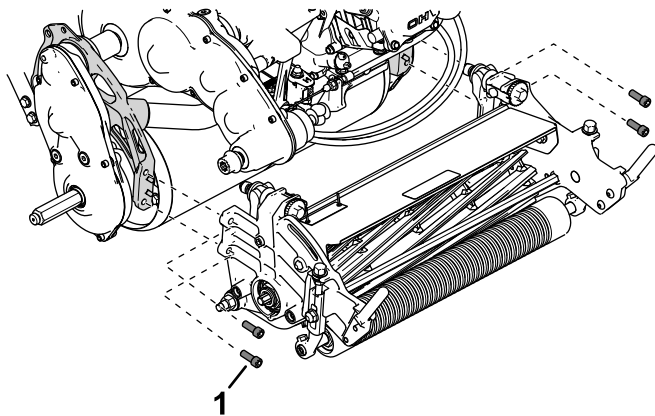

Figura 50
4. Retire los tornillos allen que sujetan la unidad de corte al bastidor (Figura 50).